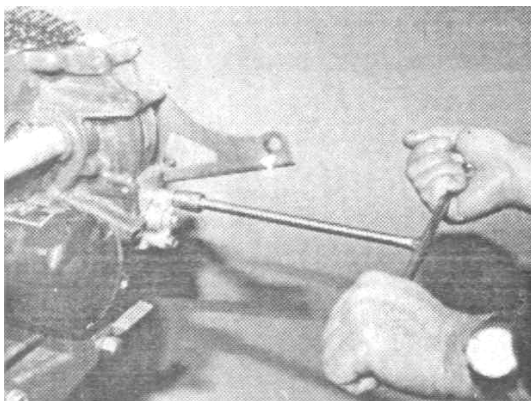

Рисунок 32 – Снятие нижнего гидронатяжителя цепи
- снять крышку нижнего гидронатяжителя цепи и гидронатяжитель (рисунок 32);